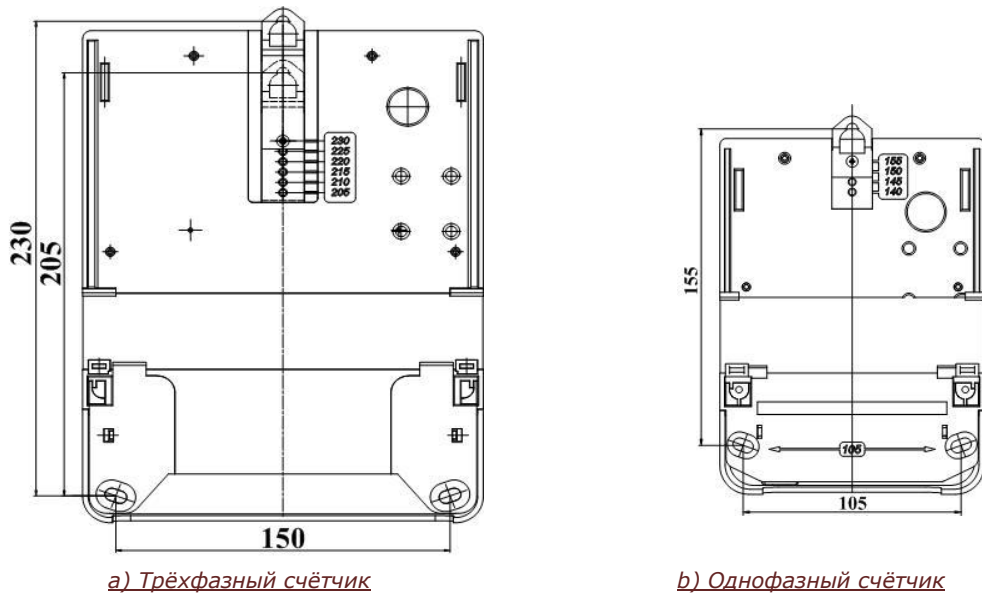

Рис. 3.11 Фиксирующие части счётчика для монтажа в трёх точках
2. Разметьте место установки (см. рис. 3.11).